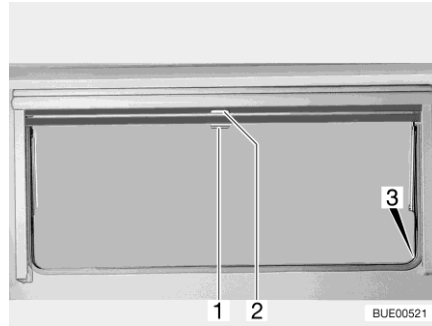

Fig. 105 Ventana abatible
- Tirar del tirador (Fig. 105,2) de la persiana oscurecedora enrollable hacia abajo. Cuando la persiana oscurecedora enrollable se cierre por completo, encajarla en el bloqueo (Fig. 105,3) a ambos lados del marco de la ventana.
- Cuando la persiana oscurecedora enrollable está completamente cerrada: Presionar el tirador (Fig. 105,2) hacia abajo y tirarlo ligeramente hacia dentro. Desenganchar la persiana oscurecedora enrollable de los bloqueos a izquierda y derecha del marco de la ventana.
- Cuando la persiana oscurecedora enrollable se encuentre en una posición intermedia: Tirar ligeramente del tirador (Fig. 105,2) hacia abajo, hasta que se hay soltado el bloqueo.
- Tirar la mosquitera enrollable hacia abajo por el tirador (Fig. 105,1) y engancharla en el bloqueo (Fig. 105,3) a ambos lados del marco de la ventana.
- Presionar el tirador (Fig. 105,1) hacia abajo y tirarlo ligeramente hacia dentro. Desenganchar la mosquitera enrollable de los bloqueos a izquierda y derecha del marco de la ventana.